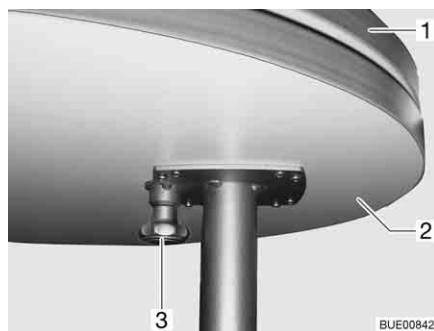

Fig. 92 Tavolo fisso
- Premere il tasto (Fig. 92,3) del bloccaggio e ruotare verso l'esterno la prolunga per il piano del tavolo (Fig. 92,2).
- Ruotare l'estensione del piano del tavolo (Fig. 92,2) sotto il piano del tavolo (Fig. 92,1), finché non si sente scattare il bloccaggio.